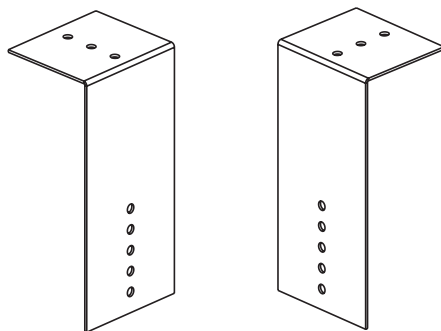

Figure 19. Supports de boîte d'adaptateur concentriques
4. Fixez des angles plus longs sur les supports de boîtier d'adaptateur concentriques (voir **Figure 19**) au boîtier d'adaptateur concentrique.
- b. Positionnez la boîte d'adaptateur concentrique pour qu'elle corresponde aux longueurs de tuyaux et fixez les angles courts des supports d'adaptateur concentriques (voir Figure 19) sous le toit à l'aide de la quincaillerie fournie sur place.